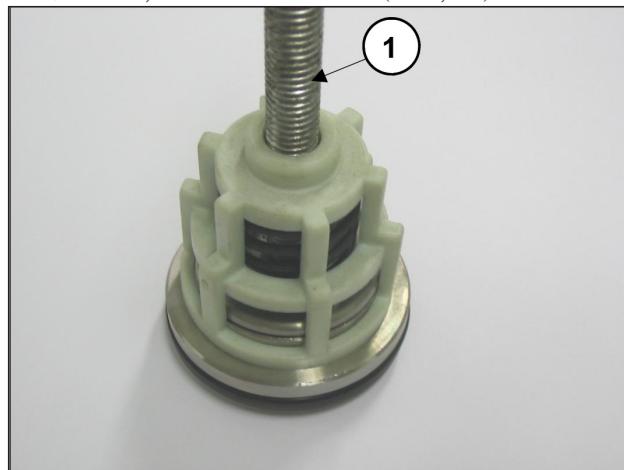

图17
- 拆除吸油和输油阀组，拧紧一个螺丝M8，长度足以在阀板上操作，并从阀座抽出阀导承(图17，①)。